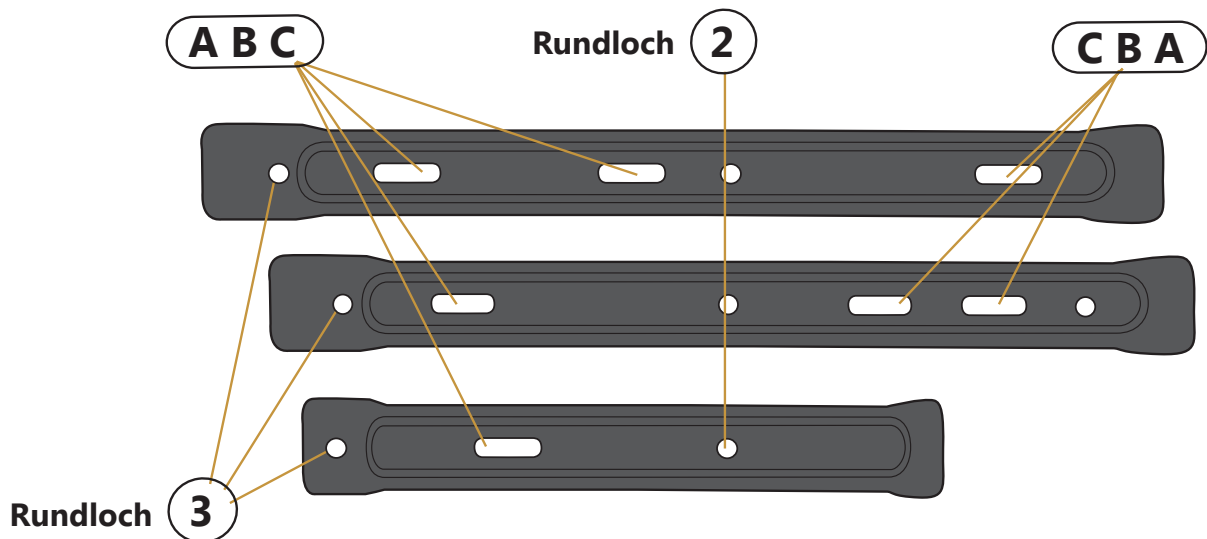

Abbildung 4
**4 c.** Kammergetrocknetes Holz (KD) dehnt sich aus, sobald es, z. B. durch Niederschläge (Regen, Schnee), Feuchtigkeit aufnimmt. Die Schraube muss im inneren Bereich (C) des Langschlitzes eingedreht werden, damit sie beim Ausdehnen des Holzes nach außen mitgehen kann. Durch das Quellen wird der Abstand der Dielen zueinander kleiner, da die Dielen sich ausdehnen, also breiter werden. (siehe **Abb. 4**).